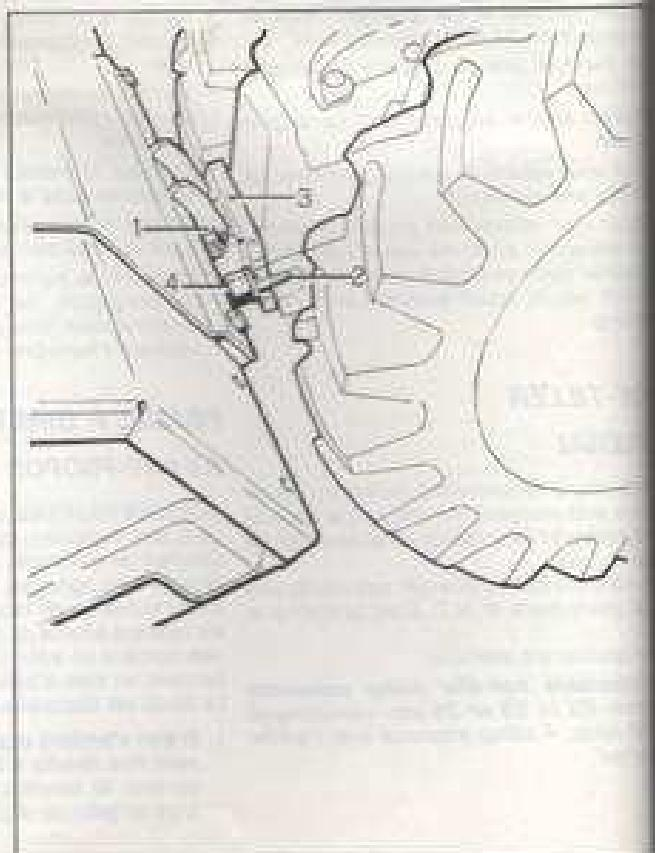

Fig. 17 - Bild 17
Procedere nel modo seguente (vedere la fig. 17):
*Step by step procedure (see fig. 17):*
1. *Make sure that the connecting sleeve (1) is mounted on the hoe-tiller shaft (the sleeve is usually supplied fitted to the hoe-tiller shaft).*
2. *Connect the sleeve of the hoe-tiller to the vehicle power take-off and at the same time fit the T-shaped pin-bars (2) into the attachment flange (3) of the tiller.*
3. *Secure hoe-tiller flange (3) to the vehicle p.t.o. by means of nuts (4).*
*Procéder dans l'ordre suivant (voir fig. 17):*
1. *S'assurer que le manchon de raccordement (1) soit monté sur l'arbre de la fraise (le manchon est fourni d'habitude installé sur l'arbre de la fraise).*
2. *Relier le manchon de la fraise à la prise de force du moteoculteur et en même temps introduire les triangles en "T" (2) dans la bride d'attache de la fraise (3).*
3. *Bloquer la bride (3) de la fraise à la p.d.t. du moteoculteur au moyen des écrous (4).*
*Wie folgt verfahren (siehe Bild 17):*
1. *Prüfen ob die Anschlussmutter (1) auf der Fräswelle montiert ist (in der Regel wird die Mutter auf der Fräswelle montiert geliefert).*
2. *Die Fräsmutter mit der Einachsenschlepperzahwwelle verbinden und gleichzeitig die "T"-Zugstangen (2) in den Halteflansch der Fräse (3) einführen.*
3. *Den Flansch der Fräse (3) durch die Muttern (4) an der Einachsenschlepperzahwwelle fest anziehen.*